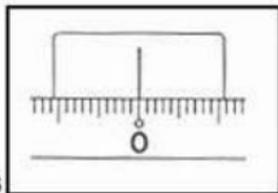

Рис.16
2) Наведитесь на точку А и вращайте лимб „9” до совмещения индекса с отсчетом  $0^\circ$ . (Рис. 16)